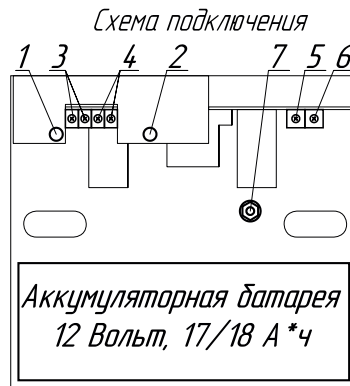

Рисунок 1.
- БП устанавливается на стенах или других вертикальных конструкциях помещения в местах с ограниченным доступом посторонних лиц. Ввод кабелей осуществляется через технологические отверстия корпуса. Подключение производится в следующей последовательности (см. рисунок 1):